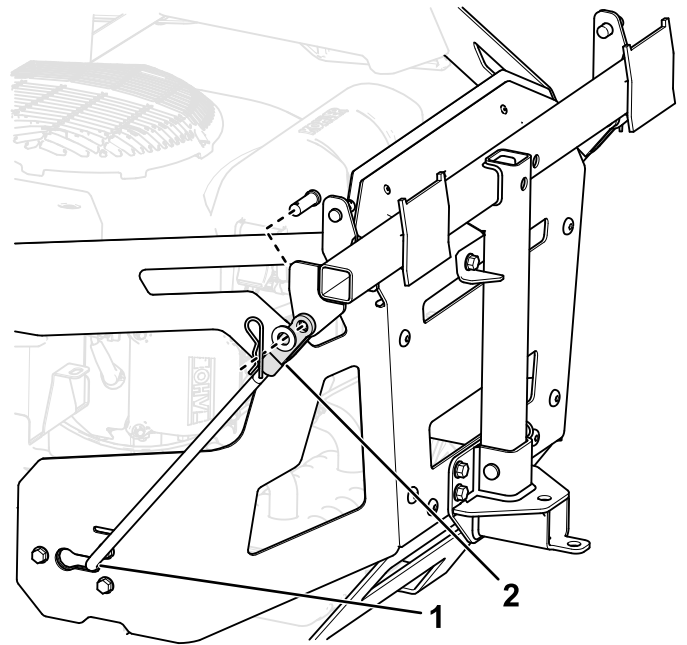

Figure 9
- Placez l'extrémité évasée et coudée d'une tige dans le trou à détrompeur sur le côté du cadre de la machine, et déplacez la tige vers l'arrière pour l'enclencher dans le cadre (Figure 9).
- Fixez les extrémités des tiges sur le cadre du système de ramassage, comme montré à la Figure 9, et fixez-les en place avec un axe de chape et une goupille fendue.